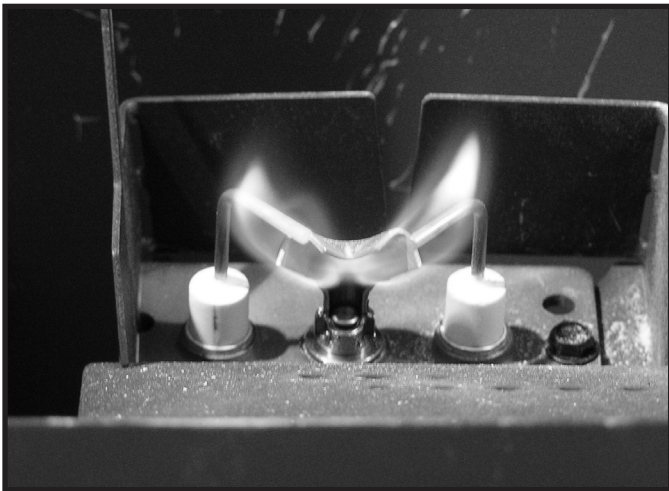

Figure 4.1 IPI l'évolution de la flamme de la veilleuse IPI
- Inspectez l'évolution et la force de la flamme de la veilleuse. Consultez la figure 4.1 pour la bonne évolution de la flamme de la veilleuse. Le cas échéant, nettoyez ou remplacez le gicleur.